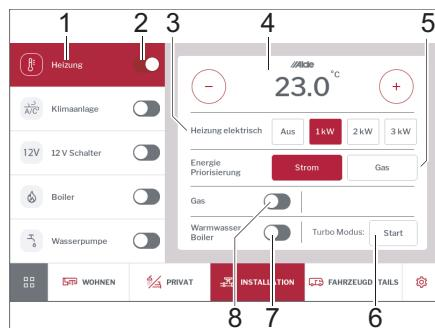

Fig. 285 Riscaldamento
- Accendere o spegnere il riscaldamento con l'interruttore a scorrimento (Fig. 285,2).
- Digitare il pulsante *Riscaldamento* (Fig. 285,1).
- Impostare la temperatura desiderata del vano di abitazione con i tasti + e - (Fig. 285,4).
- Accendere il riscaldamento a gas con l'interruttore a scorrimento (Fig. 285,8).
- Accendere il boiler con l'interruttore a scorrimento (Fig. 285,7).
- Premere il tasto *Avvio modalità turbo* ((Fig. 285,6)).